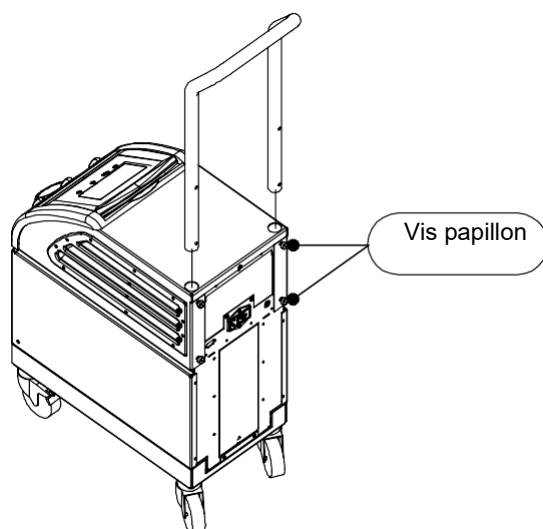

Figure 12 : Montage de la poignée
- b. Faire glisser les deux extrémités de la poignée dans les trous du capot supérieur (faire attention à la direction de la courbe dans la poignée) jusqu'à ce que la poignée soit insérée à fond (voir Figure 12).